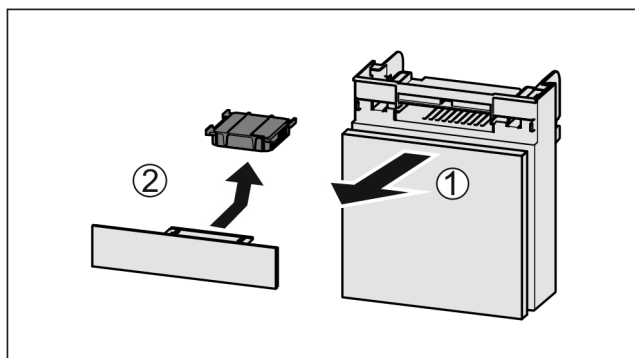

Fig. 152
- ▶ Extraire le compartiment par l'avant Fig. 152 (1).
- ▶ Sortir le filtre à charbon actif Fig. 152 (2).